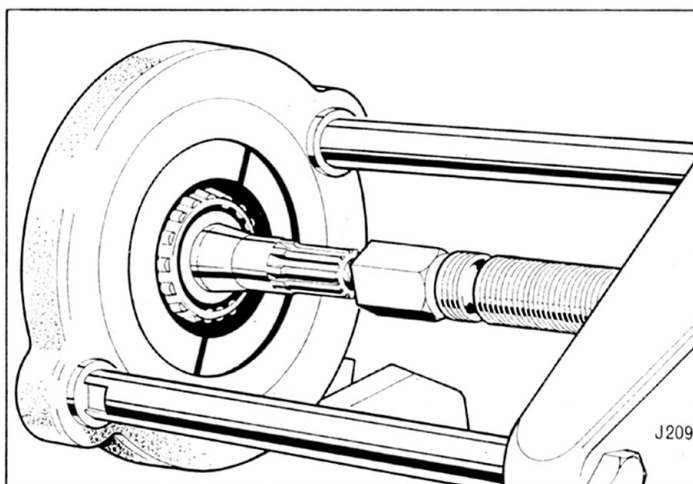

Fig. 39. Extraction du roulement de tête de pignon d'attaque
Enlever la goupille fendue (55), l'écrou (56) et la rondelle ordinaire. Retirer la bride (57) du pignon (67) et extraire le pignon du carter. Enlever du pignon les cales d'épaisseur et l'entretoise (61), en prenant bien soin de conserver les cales intactes. Extraire le roulement de tête de pignon et la cale (66) en utilisant l'outil Churchill N° S4221A-4A comme indiqué Fig. 39.
Chasser le roulement de queue de pignon, le joint d'huile (58) et le chemin extérieur du roulement de tête comme indiqué Fig. 39.